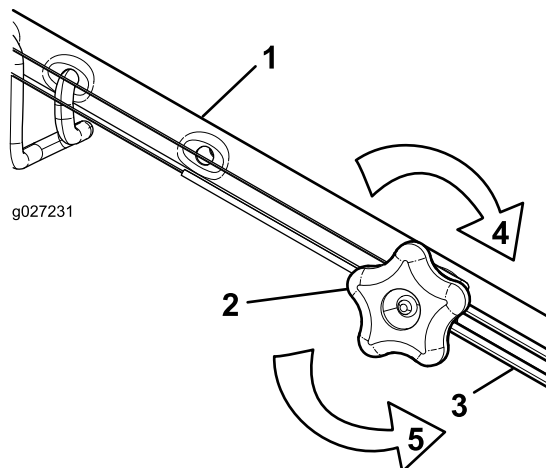

Рисунок 38
- Поверните ручку регулировки против часовой стрелки, чтобы ослабить натяжку троса (Рисунок 38).
- Отрегулируйте натяжение троса (Рисунок 38), потянув его назад или вперед, затем удерживайте в этом положении.